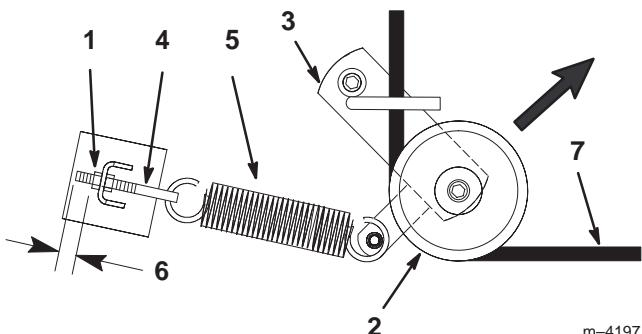
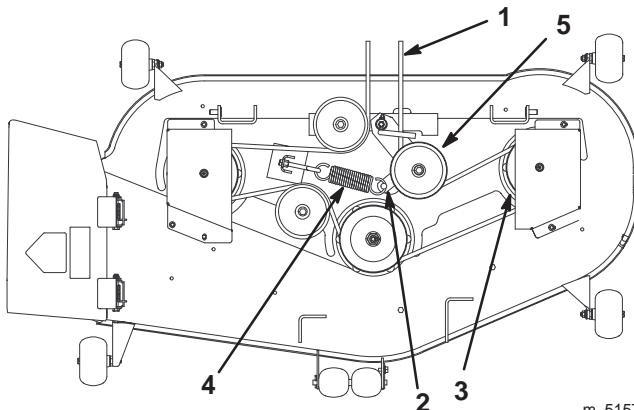

Figure 44
Figure 45
4. Tirez la poulie de tension dans la direction indiquée à la Figure 44 et retirez la courroie des poulies.
5. Faites passer la courroie neuve dans le bras de tension et autour de la poulie de tension (Fig. 44).
6. Tirez la poulie de tension dans la direction indiquée à la Figure 44 et acheminez la courroie autour des autres poulies (Fig. 45).
**Remarque :** Vérifiez que le filetage du boulon à œil est visible sur 3 mm (Fig. 44).